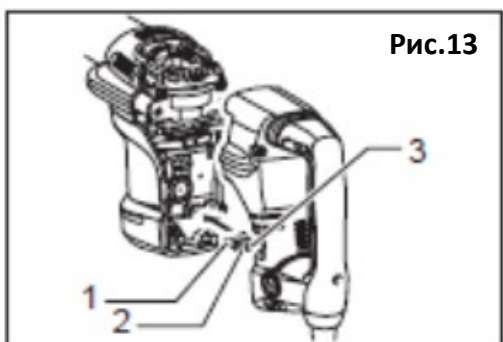

Рис.13
Следите за тем, чтобы не повредить разъем (1) или подводящие провода (2) и (3), особенно при установке рукоятки Рис.13.